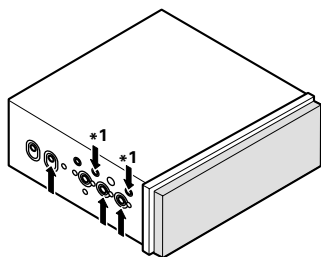

Fig. 15
- Fixation de l'appareil au support de montage d'autoradio pourvu par l'usine. (Fig. 15) (Fig. 16) (Fig. 17)